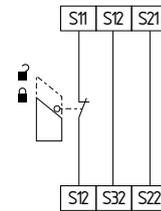

Fig. 15
**Control de monitorización de puerta de seguridad de un solo canal con dispositivo de seguridad con enclavamiento según EN 1088 (véase fig. 15)**